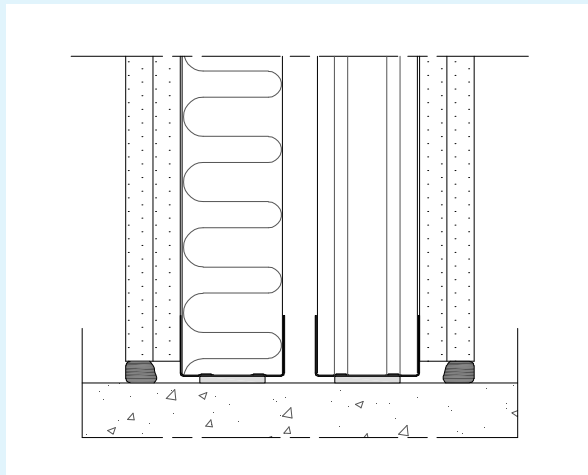

Fig. 9 Étanchéité pour acoustique (KMA)
**En cloison séparative KMA (fig. 9) :**